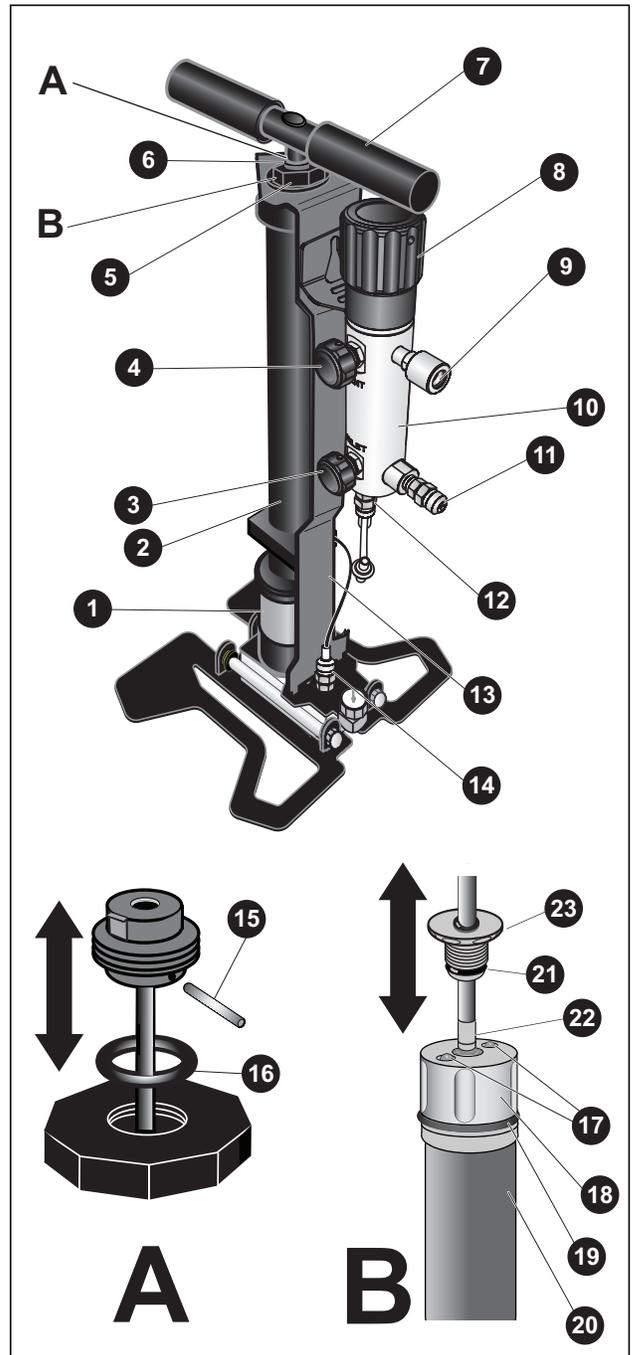

図 1.部品と機能
本製品の部品と機能を図 1 および表 3 に示します。
3. 図 1 のように、校正用マニフォルドをポンプ・ブラケットに取り付けます。校正用マニフォルドはクイック・ディテント・ピンにより取り外し可能です。
1. 700HPPK は図 1 のように校正用マニフォルドを取り付けて操作することも、取り外して簡便に操作することもできます。